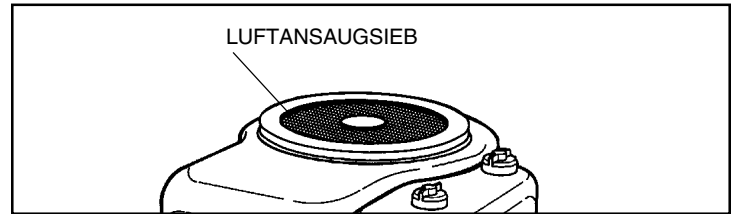

Abbildung 3
⚠ SICHERSTELLEN, DASS DAS LUFTANSAUGSIEB (SO FERN DAMIT AUSGESTATTET, SIEHE ABB. 3) FEST ANGEBRACHT IST, UM KONTAKT MIT BEWEGLICHEN TEILEN ZU VERMEIDEN.
④ KÜHLSYSTEM (siehe Abbildung 3):